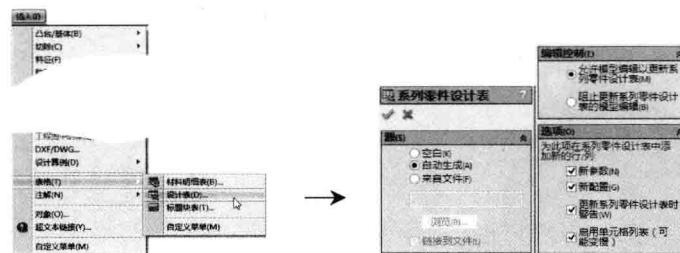

图 1-16 插入设计表操作
STEP 3 完成上述操作后，选择“插入”>“表格”>“设计表”菜单项，打开“系列零件设计表”属性管理器，选中“自动生成”单选按钮（表示自动生成设计表），单击“确定”按钮继续，如图 1-16 所示。
在图 1-16 右图所示的管理器中，“空白”选项指的是空白的表格，“来自文件”是使用文件生成表格，其余选项意义不大，通常保持系统默认设置即可。
STEP 4 系统打开“尺寸”对话框（如在图 1-16 右图所示界面中选择“空白”单选按钮，则不会出现此对话框），选中上面重命名的能找到的尺寸，单击“确定”按钮，打开“系列零件设计表”，如图 1-17 所示。